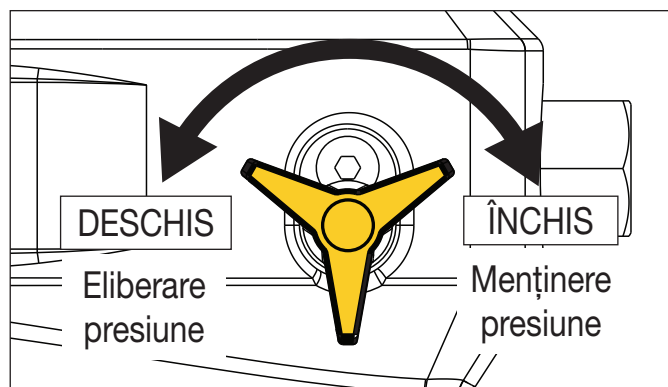

Figura 11: Valvă de înaltă presiune
1. Pentru împiedica pornirea pompei în timp ce se efectuează conexiunile hidraulice, asigurați-vă că comutatorul de alimentare al pompei este oprit (OFF) (O). Sau, îndepărtați acumulatorul din pompă (dacă este instalat).
2. Deschideți valva de înaltă presiune a pompei (roțiți-o în sens antiorar cel puțin o rotație completă) pentru a elibera orice presiune hidraulică reziduală din interiorul pompei. Consultați Figura 11 aflată în continuare în acest manual.
Pompa este echipată cu o valvă reductoare de presiune încorporată, cu acționare manuală. Când valva este închisă, presiunea hidraulică a sistemului este menținută. Când valva este deschisă, presiunea este eliberată în rezervorul hidraulic al pompei. Consultați Figura 11.